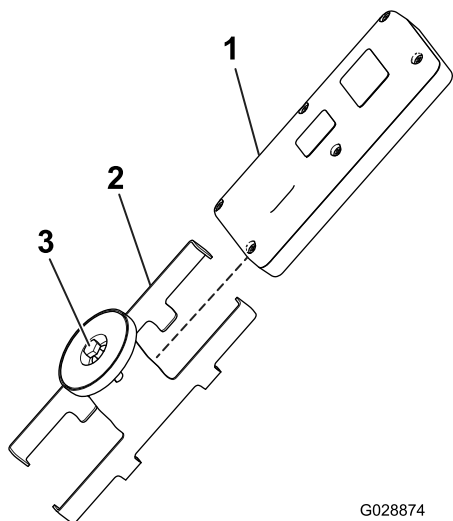

Рисунок 45
1. Ослабьте болт в магните на магнитном кронштейне пульта дистанционного управления (Рисунок 45).
2. Раздвиньте половины корпуса кронштейна и демонтируйте пульт дистанционного управления (Рисунок 45).
8. Установите ручной пульт дистанционного управления в магнитный кронштейн пульта, соедините половины корпуса для закрепления пульта и затяните болт в магните (Рисунок 45).